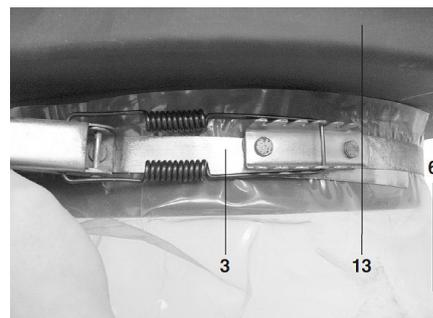

Abb. 8: Schnellspannvorrichtung Fangsack
Schritt 6: Ziehen Sie den Spänesack (6) so über die untere Öffnung des Kunststoffgehäuses (13), dass er die Öffnung komplett verschließt und sichern Sie ihn mit der Schnellspannvorrichtung (3) Abb. 8.